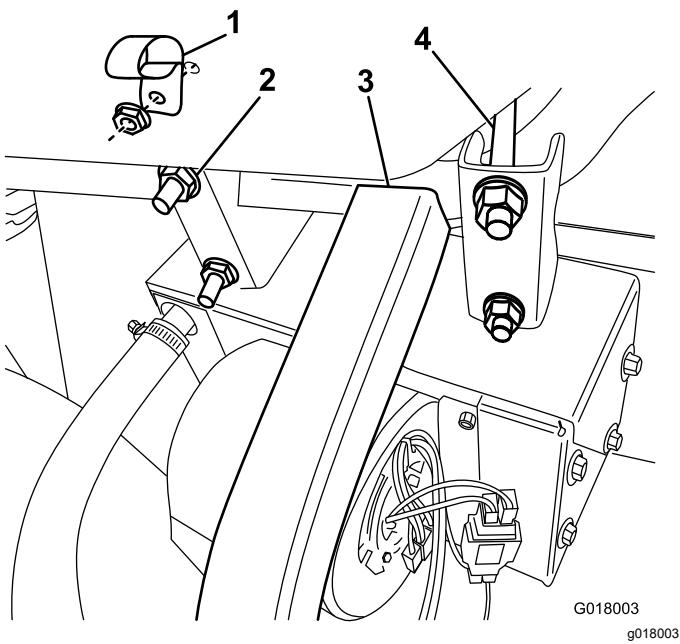

Bild 23
3. **Für Maschinen bis einschließlich Baujahr 2015:** Befestigen Sie die Heizung und Halterung mit den mitgelieferten U-Bügeln und Bundmuttern bündig am vorderen Rahmenrohr (Bild 23).
5. Befestigen Sie die R-Klemme mit einer Bundkopfschraube und einer Mutter am Handschuhfach (Bild 23).